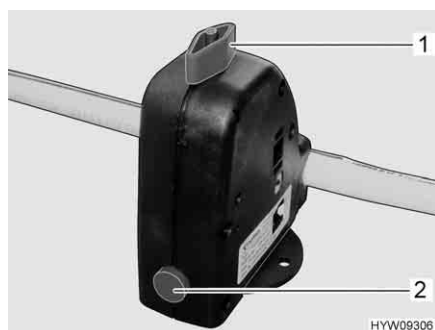

Fig. 140 Valvola di sicurezza/di scarico (boiler)
Il boiler è dotato di una valvola di sicurezza/di scarico (Fig. 140). La valvola di sicurezza/di scarico impedisce che l'acqua congeli nel boiler in presenza di basse temperature esterne, quando il riscaldamento dell'autocaravan non è acceso.
- Chiudere la valvola di sicurezza/di scarico. A tal fine ruotare la manopola (Fig. 140,1) verticalmente rispetto alla valvola di sicurezza/di scarico e premere verso l'interno il bottone automatico (Fig. 140,2).
- Aprire la valvola di sicurezza/di scarico. A tal fine ruotare la manopola (Fig. 140,1) nel senso della lunghezza della valvola di sicurezza/di scarico. Il bottone automatico (Fig. 140,2) scatta all'infuori. Il boiler viene svuotato verso l'esterno tramite la valvola di sicurezza/di scarico.